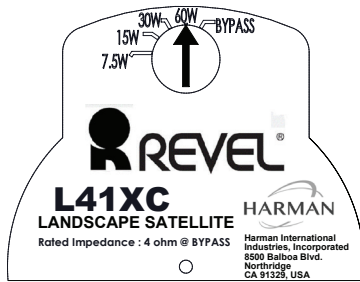

Abbildung 23
4. Einen Schlitzschraubendreher verwenden, um die Transformatoranzapfung, wie in Abbildung 23 dargestellt, auf die gewünschte Leistungsstufe einzustellen.